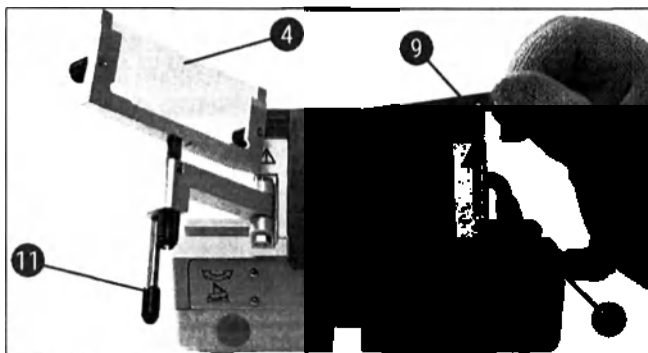

Рис. 35
2. Отпустите зажимной рычаг (→ Рис. 35-10), повернув его против часовой стрелки (→ "Рис. 35").